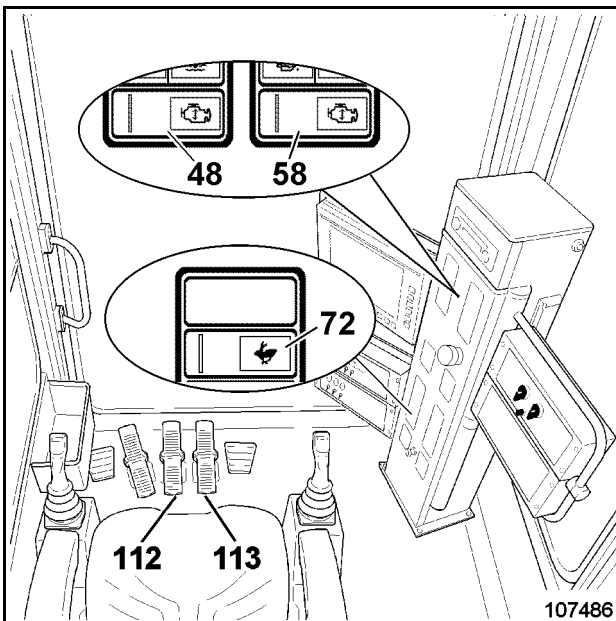

Fig. 2-111:
- por los pedales (112 y 113, Fig. 2-111:) y
- Pisar los pedales (112 y 113, Fig. 2-111:) siempre hasta el suelo.